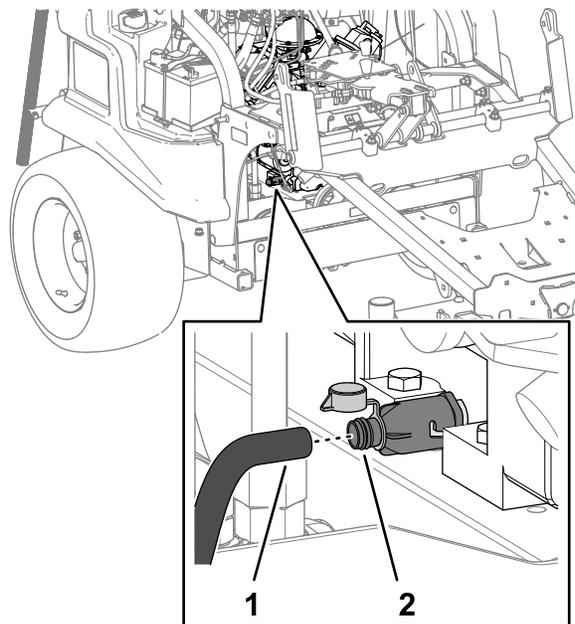

図 77
4. オイルドレンバルブのキャップを外し、バルブのフィッティングに 13 mm ホースを取り付け、ホースのもう一方の端をドレンパンに入れる 図 77。
5. ドレンバルブを左に少し回してバルブを開き、外側へ引き出す 図 77。